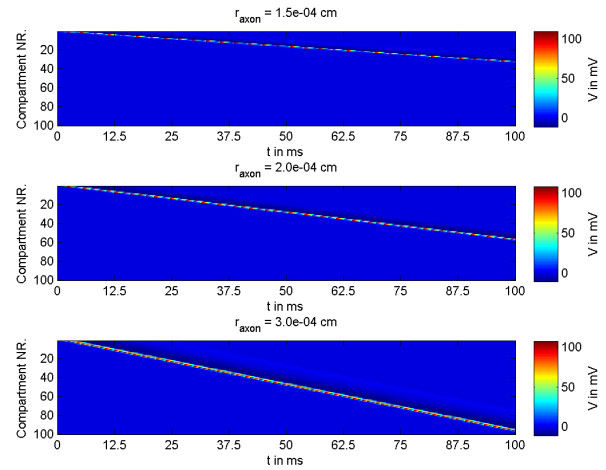

Figure 5. Veränderung des Parameters $r_{axon} = [1.5, 2.0, 3.0]e - 4cm$
- d) Da der Radius des Axons im Nenner steht wird die Leitfähigkeit des Axons mit steigendem Radius verbessert. Daher hat eine Veränderung des Radius eine umgekehrte Wirkung wie die Veränderung der Compartment-Länge oder des spezifischen Widerstandes. (Im Plot nicht abgebildet: Es kann auch hier zur Auslöschung des Aktionspotentials kommen wenn der Radius zu klein gewählt wird.) (vgl. Abb. 5)